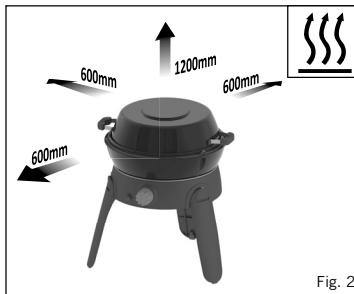

Fig. 2
- Dette apparat skal holdes væk fra brændbare materialer under brug. Minimum sikkerhedsafstande er: Over enheden 1,2 m. Bagved og ved siderne 600 mm. (Se fig. 2)